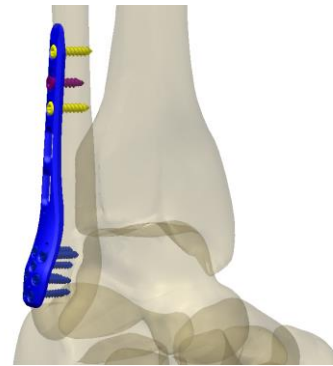

Figura 1
1. Realize a fixação da fratura da fíbula com os implantes Techimport antes da inserção do Endobutton para Sindesmose (figura 1).